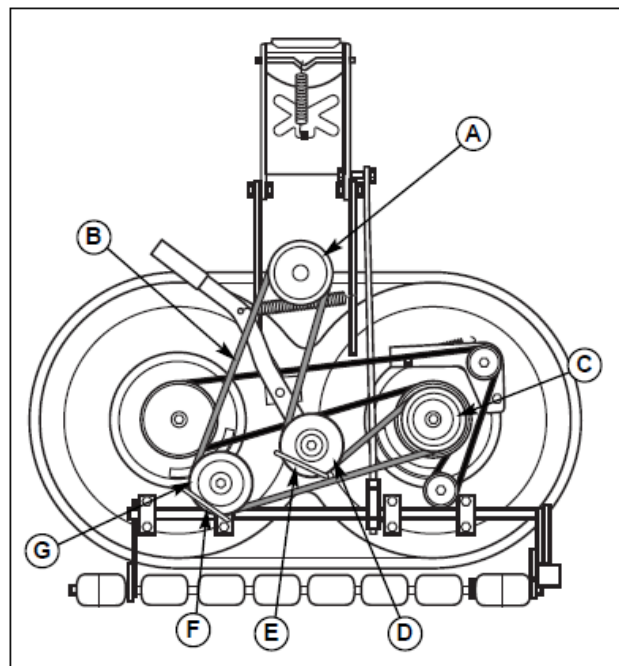

図 45 PTO ベルトの交換
3. 装置され手いる際にアイドルプーリーベルトガイド（図 45 の E,F）の位置に注意して記憶してください。アイドルプーリーのキャップスクリューを緩めて、アイドルプーリー（DとG）から、ベルトを取り外してください。